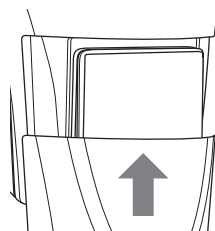

Fig. 4
- ♦ Glissez le cache de protection **11** sur le compartiment à piles (voir fig. 4).